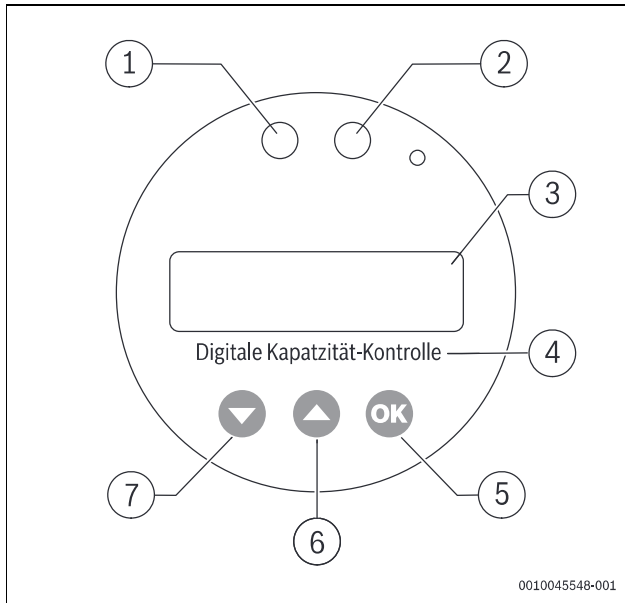

Bild 17 Digitale Kapazität-Kontrolle
- ▶ OK-Taste (→ Bild 17, [5]) min. 3 Sekunden drücken.
Im Display (→ Bild 17, [3]) erscheint die Aufforderung, die Rohwasserhärte einzugeben (z. B. 20 °dH).
- ▶ OK-Taste (→ Bild 17, [5]) drücken.
- ▶ Up- oder Down-Taste (→ Bild 17, [6] und [7]) drücken.
Im Display (→ Bild 17, [3]) erscheint die Aufforderung, die Größe der verwendeten Patrone anzugeben.
- ▶ Up- oder Down-Taste (→ Bild 17, [6] und [7]) drücken, um den Patronenwechsel zu bestätigen (JA) oder abzulehnen (NEIN).
- ▶ OK-Taste (→ Bild 17, [5]) 3 Sekunden drücken.
Im Display (→ Bild 17, [3]) erscheint die Bestätigung (RESET OK).
Nachdem alle Einstellungen abgeschlossen wurden, wird im Display (→ Bild 17, [3]) die neu berechnete Restmenge in Litern angezeigt.
2. Um die Anzeige im Display (→ Bild 17, [3]) auf die Restkapazität in % (ausgehend von der Kapazitätsanzeige → 1.) umzuschalten:
Im Display (→ Bild 17, [3]) erscheint die Restkapazität in % (z. B. F 100 %).
3. Um die Anzeige im Display (→ Bild 17, [3]) auf die aktuelle Leitfähigkeit umzuschalten:
Im Display (→ Bild 17, [3]) erscheint die aktuelle Leitfähigkeit (z. B. -µS).
4. Um die Anzeige im Display (→ Bild 17, [3]) auf den eingestellten Soll-Leitwert (ausgehend von der Leitfähigkeitsanzeige → 3.) umzuschalten:
Im Display (→ Bild 17, [3]) erscheint der eingestellte Soll-Leitwert (z. B. S 90 µS).
5. Um die Anzeige im Display (→ Bild 17, [3]) auf das Füllvolumen der letzten Füllmenge umzuschalten:
- ▶ OK-Taste (→ Bild 17, [5]) noch mal drücken.
Im Display (→ Bild 17, [3]) erscheint das Füllvolumen der letzten Füllung (z. B. L 0L).
6. Um die Anzeige im Display (→ Bild 17, [3]) auf das bisherige gesamt Füllvolumen (ausgehend von der Füllvolumenanzeige → 4.) umzuschalten:
Im Display (→ Bild 17, [3]) erscheint das bisherige gesamt Füllvolumen (z. B. 0 L).
7. Um die Anzeige im Display (→ Bild 17, [3]) wieder auf die aktuell verbleibende Restkapazität (→ 1.) umzuschalten:
- ▶ Up-Taste (→ Bild 17, [6]) zwei Mal drücken.